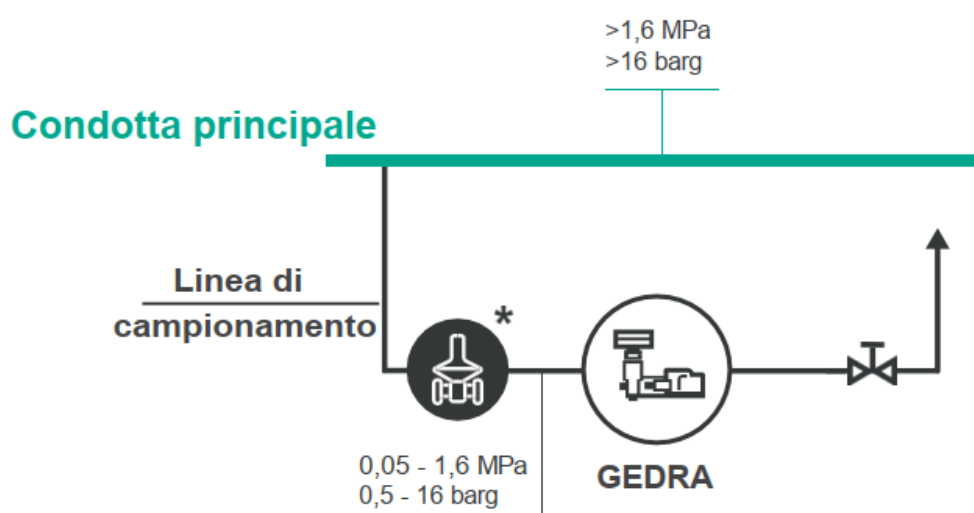

Fig. 4.9. Configurazione Tipo 2
- Tipo 2: applicabile in assenza di un salto di pressione, quando non è previsto un regolatore di pressione. Questa configurazione permette il rilascio del gas in atmosfera (Fig. 4.9).